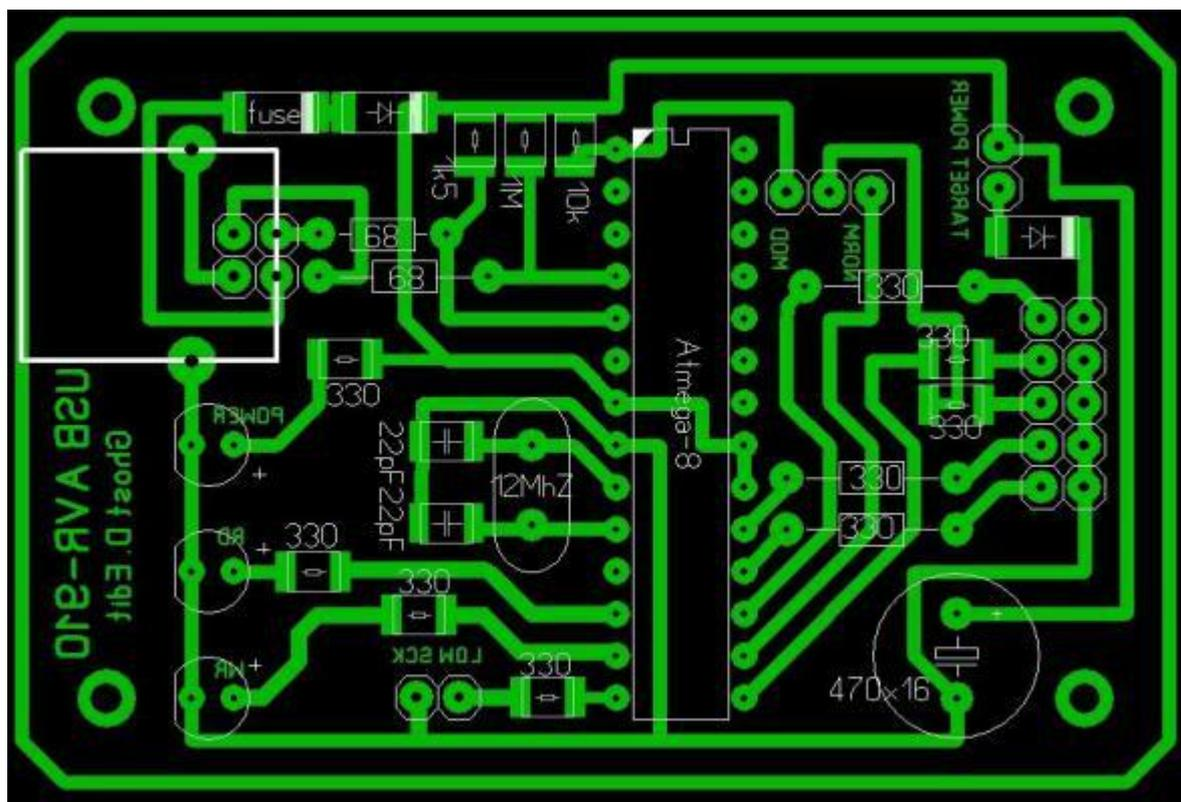

Рис. 3. Печатная плата
4. Экспериментальные данные и их обработка. Все детали программатора монтируют на печатной плате из одностороннего фольгированного стеклотекстолита, чертеж которой показан на рис. 3.